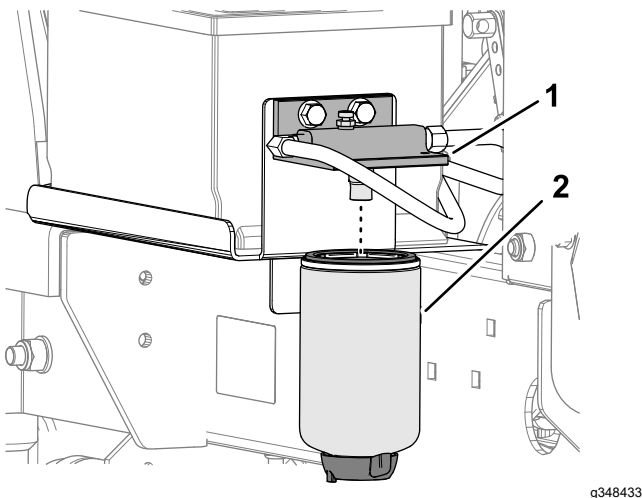

Figura 69
3. Mettete un contenitore pulito sotto la scatola del filtro del carburante (Figura 69).
7. Pulite l'area circostante la testa del filtro e il filtro del carburante (Figura 69).
8. Togliete la scatola del filtro e pulite la testa del filtro (Figura 69).